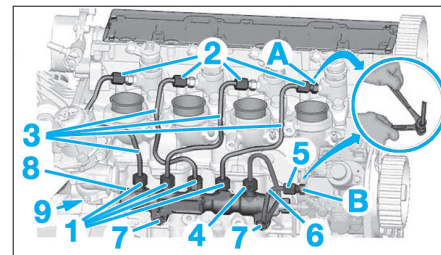

Fig. 29
- les raccords (1) des tubes haute pression carburant (Fig.29),
- les raccords (2) des tubes haute pression carburant (appliquer un contre-couple en "A"),
- le raccord (4) du tube haute pression carburant,
- le raccord (5) du tube haute pression carburant (appliquer un contre-couple en "B").
- Déposer les tubes hautes pression (3) et (6).